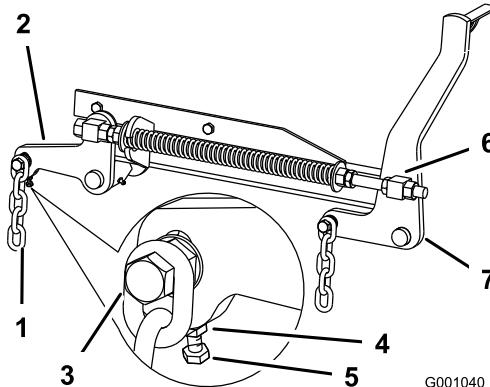

Figura 77
7. Si las medidas realizadas en las posiciones **B** o **C** no son correctas, afloje el perno que fija la cadena trasera al brazo de soporte trasero (Figura 77).
8. Afloje la contratuerca situada debajo del brazo de soporte trasero y ajuste el perno de ajuste hasta obtener una medida de 79 a 83 mm (Figura 77).
7. Afloje las contratuercas de pivote delantero, en la parte delantera de los pivotes derecho e izquierdo, aproximadamente 13 mm (Figura 77).
8. Ajuste las tuercas de elevación en el lado izquierdo y derecho de la máquina hasta obtener una distancia de 6 a 10 mm menos en la parte delantera en **A** que en la parte trasera, en **B** (Figura 77).